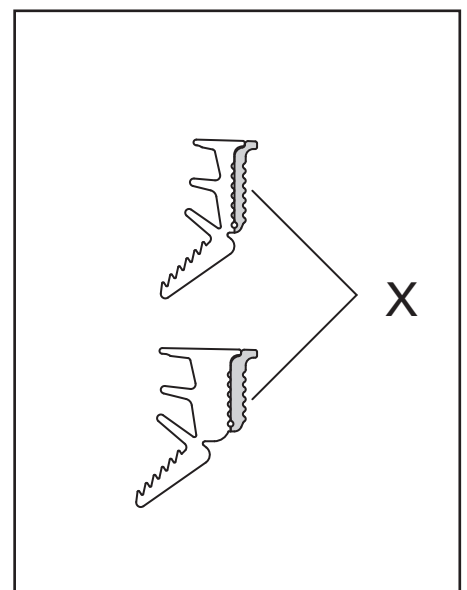

Abb. 18 / Fig. 18 / Fig. 18
- Je nach Fugenbreite Zusatzlappen X vorgängig abreißen (Abb. 18)
- En fonction de la largeur du jeu, découper précédemment la lèvre complémentaire X (Fig. 18.)
- Depending on the gap width, tear off additional lip X in advance (Fig. 18)